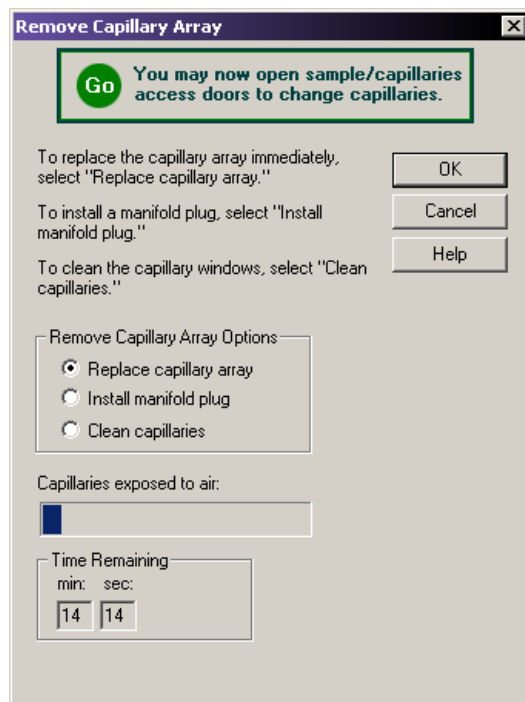

图 3.39 删除毛细管阵列对话框
1. 从 **Run**（运行）菜单中选择 **Replenish**（补充）| **Release Capillary Array**（释放毛细管阵列）。系统准备释放的毛细管阵列后，将显示 **Remove Capillary Array**（移除毛细管阵列）对话框（图 3.39）。
10. 从 Remove Capillary Array（移除毛细管阵列）对话框（图 3.39）中，选择 **Replace Capillary Array**（替换毛细管阵列）选项，并单击 **OK**（确定）。